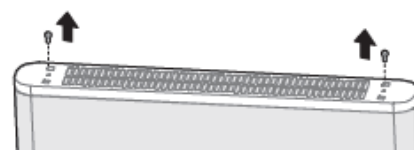

Figura 1
1. Așa cum este prezentat în figura 1, întoarceți aparatul cu partea inferioară în sus și scoateți șuruburile.